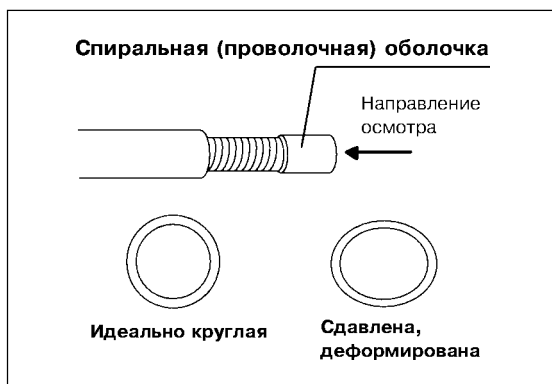

Рис.3.1.
1. Внимательно осмотрите дистальный конец спиральной (проволочной) оболочки в направлении, показанном на рис. 3.1 и убедитесь, что в поперечном сечении он имеет идеально круглую форму (без деформации, или сдавливания). Убедитесь в отсутствии на дистальном конце спиральной (проволочной) оболочки острых выступающих заусенцев или краёв.